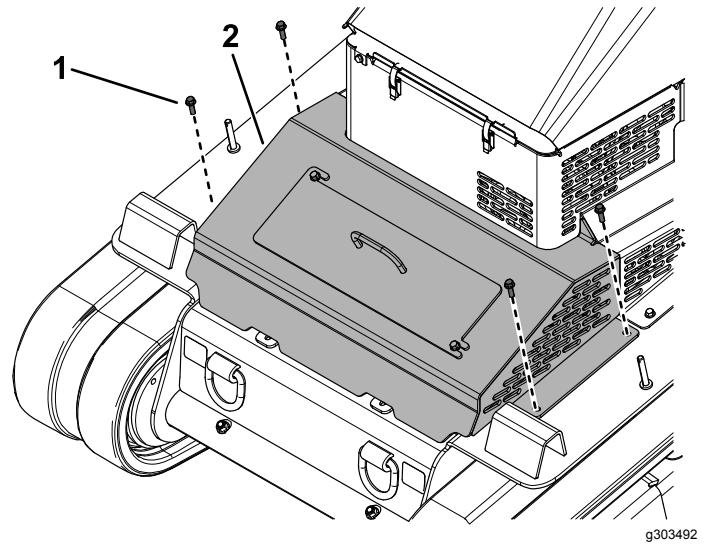

Figura 44
2. Retire los 4 pernos que sujetan la cubierta a la máquina (Figura 44).
1. Perno (4) 2. Conjunto de cubierta delantera.
3. Retire el conjunto de cubierta (Figura 44).